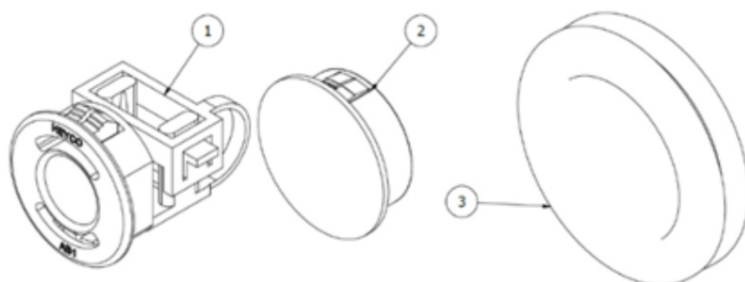

Figure 10 - Flextherm Eco G2 D Heat Battery passe-fils et serre-fils
- Retirez les œillets en caoutchouc respectifs (élément 3 - figure 10) dans le boîtier extérieur et coupez les centres (avec une croix) à l'aide d'un couteau. Remettre en place les œillets coupés. Ne pas couper les œillets en place, car cela pourrait endommager le VIP.
- (Se référer à la Figure 10) Déplacer les raccords de décharge de traction des câbles (1) du côté où vous souhaitez effectuer les entrées/sorties. Couvrez tous les autres trous de l'armoire avec les œilletons d'obturation fournis (2).